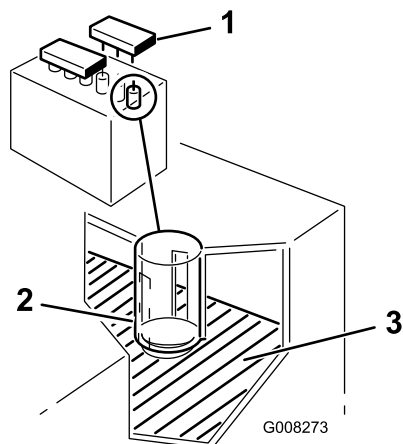

Figura 35
2. Togliete i tappi di riempimento. Se l'elettrolito non raggiunge la parte inferiore del tubo (Figura 35), aggiungete la quantità necessaria di acqua distillata; vedere Aggiunta di acqua alla batteria.
2. Togliete i tappi di riempimento (Figura 35).
3. Versate lentamente dell'acqua distillata in ogni elemento della batteria, finché non raggiunge la parte inferiore del tubo (Figura 35).